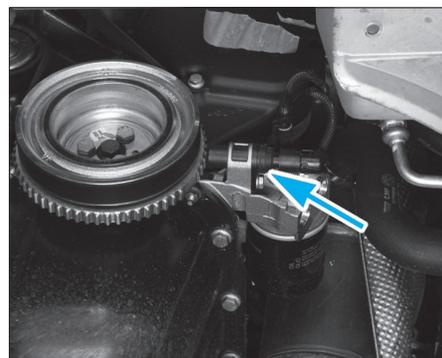

FIG. 1
- Déposer le capteur de position vilebrequin (Fig.1).